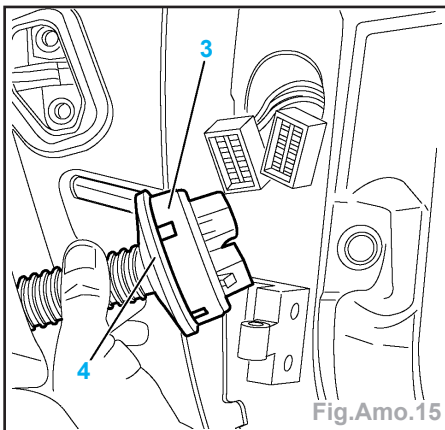

Fig.Amo.15
Impératif : assembler correctement la bague support connexions (3) avec le soufflet d'étanchéité (4) (Fig.Amo.15).